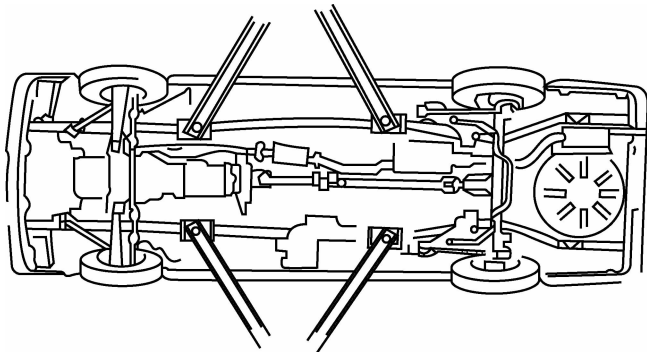

图 2-39 双柱举升机支起车辆的支点位置
(1)双柱式举升机。电动液压式双柱举升机使用开关操纵,升降方便。它的立柱固定,适合于3 t以下轿车、轻型车的举升。双柱举升机支起车辆的支点位置如图2-39所示。